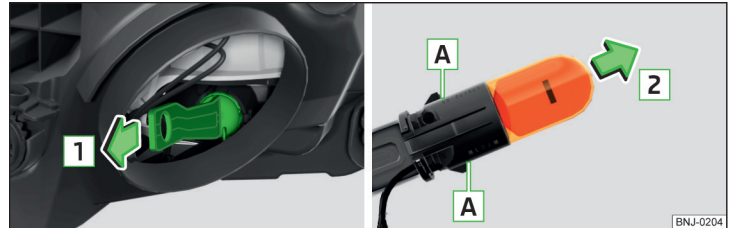

Abb. 304 Glühlampe für Blinklicht wechseln
- › Die Fassung mit der Glühlampe mit Wackelbewegungen in Pfeilrichtung **1** » Abb. 304 herausziehen.